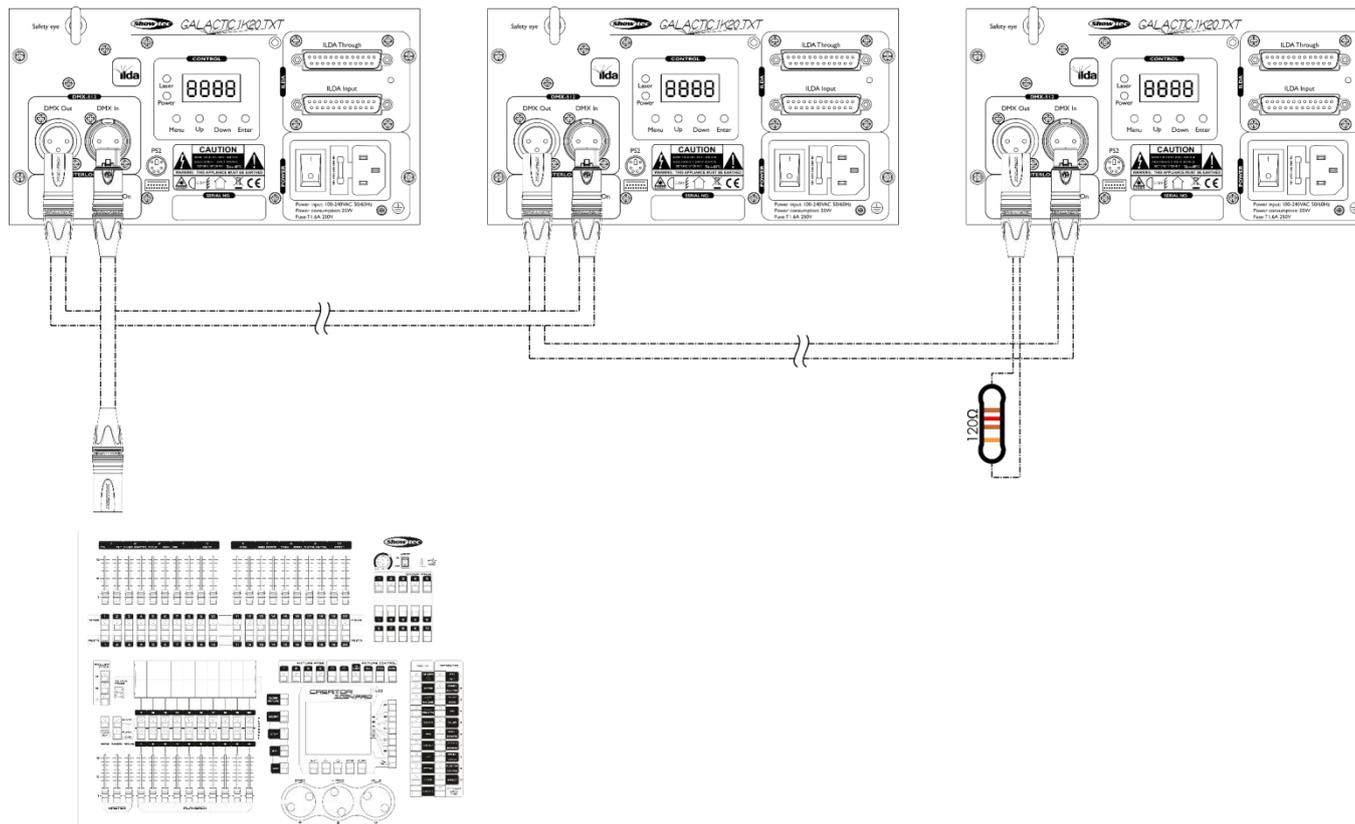

Fig. 04
- 05) Collegare le unità come indicato nella fig. 04. Collegare un cavo di segnale DMX dall'uscita "out" DMX della prima unità all'ingresso "in" della seconda unità. Ripetere questo processo fino a collegare la seconda, la terza e la quarta unità.